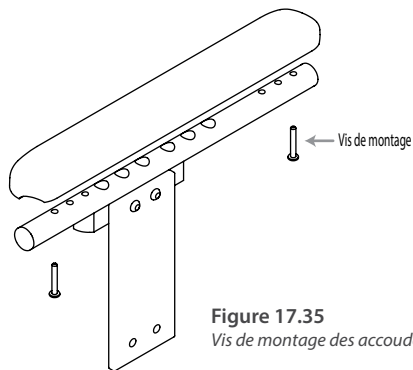

Figure 17.35
- 1 Retirez les vis de montage de la base de l'accoudoir. (Voir la figure 17.35)